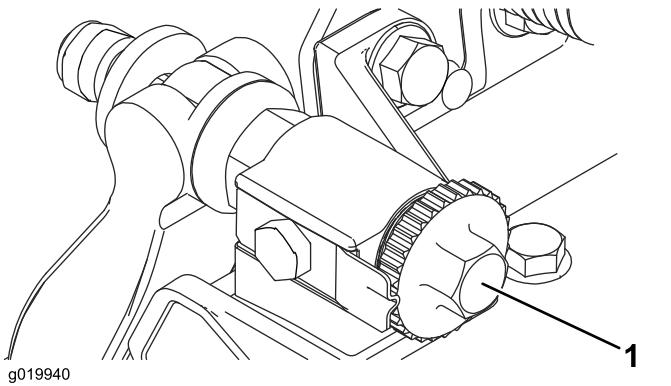

図 10
- ベッドバー調整ねじを左に回してベッドナイフとリールの接觸をなくす図10。